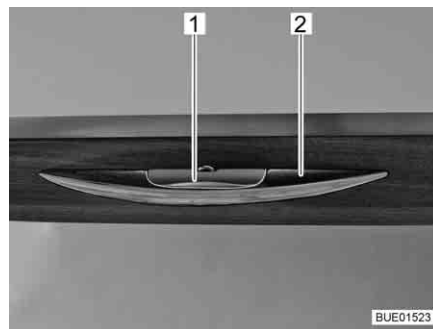
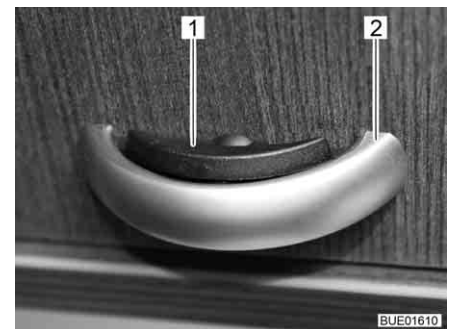

Bild 73 Möbelklappe mit Entriegelungsgriff
Bild 74 Möbelklappe mit Entriegelungsgriff (Alternative)
- Entriegelungsgriff (Bild 73,1 bzw. Bild 74,1) drücken und gedrückt halten.
- Am Griff (Bild 73,2 bzw. Bild 74,2) ziehen, bis die Möbelklappe offen ist.